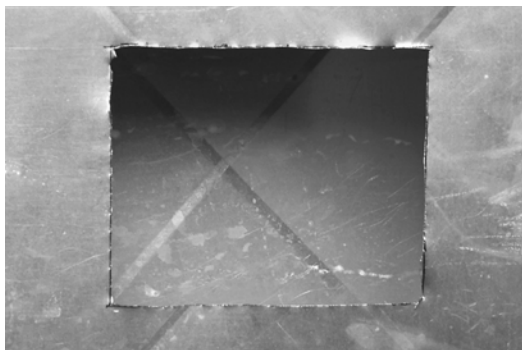

Fig. 5. Découpage de l'ouverture pour l'humidificateur.
5. Retirer le gabarit et découper soigneusement l'ouverture rectangulaire à l'aide des cisailles à tôle. Voir la figure 5. (À l'aide d'une perceuse, faire un trou de départ au centre du rectangle.)